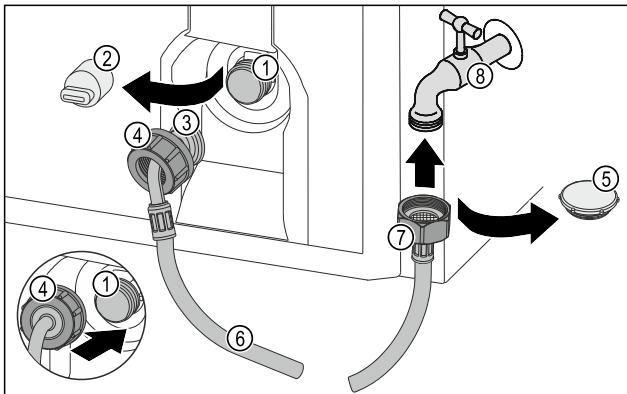

Fig. 23
- Hiqni tapën e mbylljes Fig. 23 (5).
- Vendosni sirtarin e drejtë Fig. 23 (7) tek rubineti i ujit Fig. 23 (8).
- Shtrëngojeni dadon tek sirtari i drejtë Fig. 23 (7) duke e rrotulluar në drejtim orar.